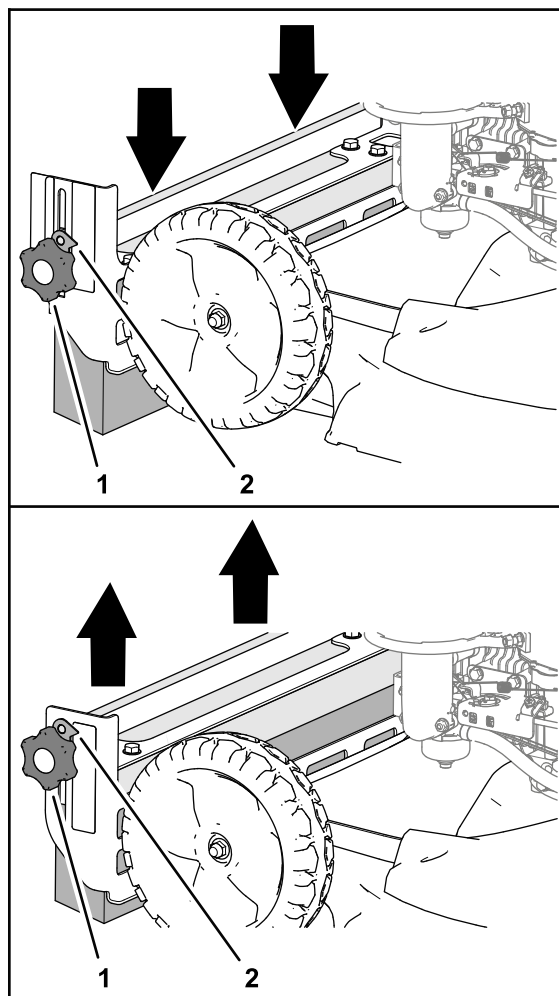

Рисунок 19
1. Ослабьте затяжку ручек с обеих сторон на креплении щетки (Рисунок 19).
2. С помощью рукоятки кронштейна регулировки щетки поднимите или опустите уборочную механическую щетку (Рисунок 19).
3. Затяните ручки (Рисунок 19).